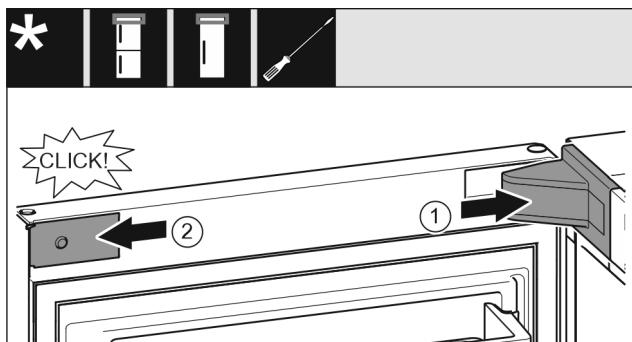

Fig. 19
- Τοποθετήστε και κουμπώστε το κάλυμμα του στηρίγματος, ενδεχ. αποσυμπίστε το προσεκτικά. Fig. 19 (1)
- Εφαρμόστε στο πλάι το διακοσμητικό κάλυμμα και κουμπώστε το. Fig. 19 (2)